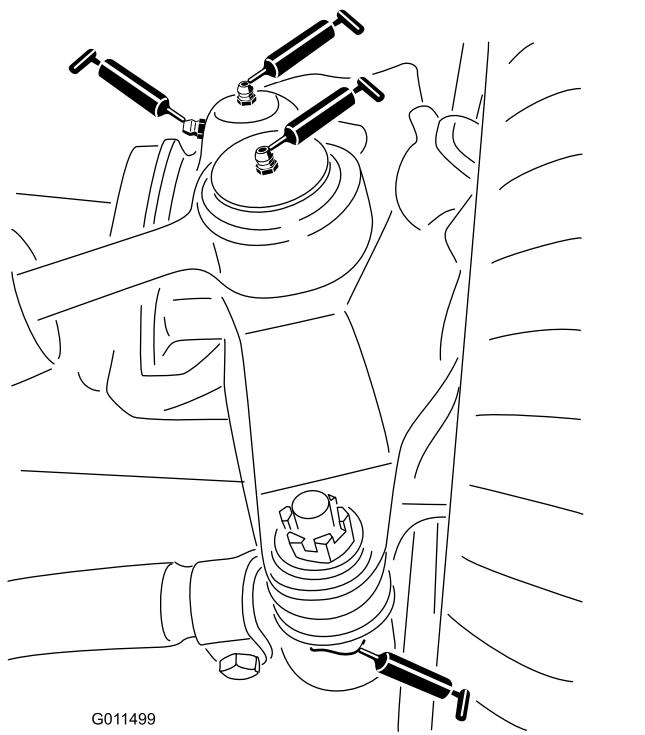

Figure 79
- 2 rotules de vérin de direction (Figure 79)
- 2 rotules de bielles de direction (Figure 79)
- 2 bagues de pivots de fusées (Figure 79).